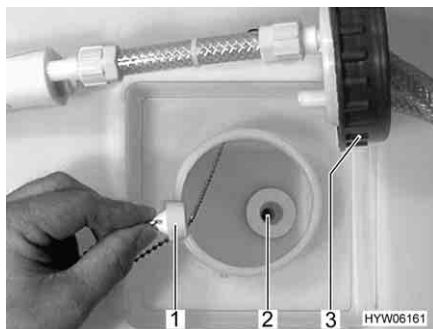

Fig. 150 Serbatoio dell'acqua, tappo di chiusura
- Svitare il coperchio (Fig. 150,3) del serbatoio dell'acqua.
- Inserire il tappo di chiusura (Fig. 150,1) nell'apertura di scarico (Fig. 150,2).